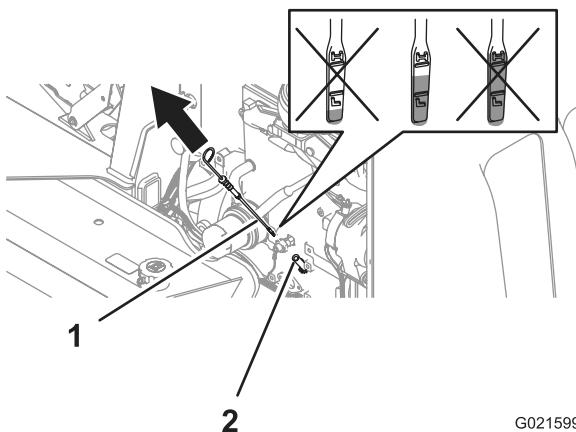

Bild 22
2. Nehmen Sie den Peilstab (Bild 22) heraus und wischen Sie ihn mit einem sauberen Lappen ab (Bild 22).
3. Stecken Sie den Peilstab ganz in das Peilstabrohr und ziehen ihn dann heraus (Bild 22).